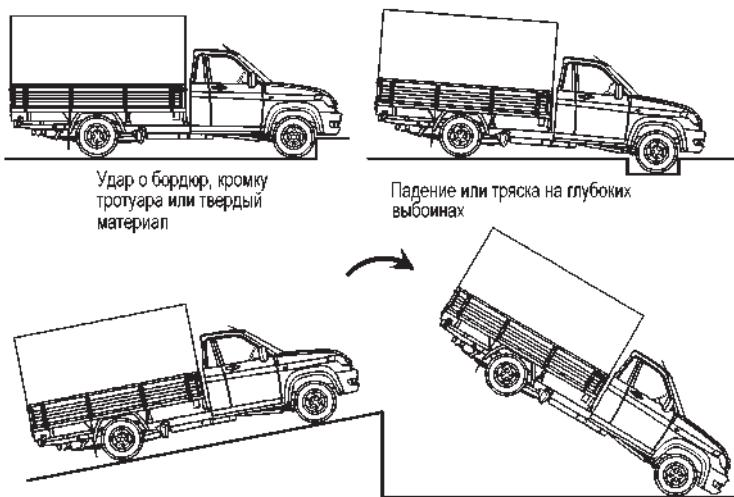

Рис. 3.42. Примеры ситуаций со срабатыванием системы пассивной безопасности водителя и переднего пассажира
- в случае достаточного по силе удара, воздействующего на автомобиль спереди, некоторые примеры показаны на (рис. 3.42).